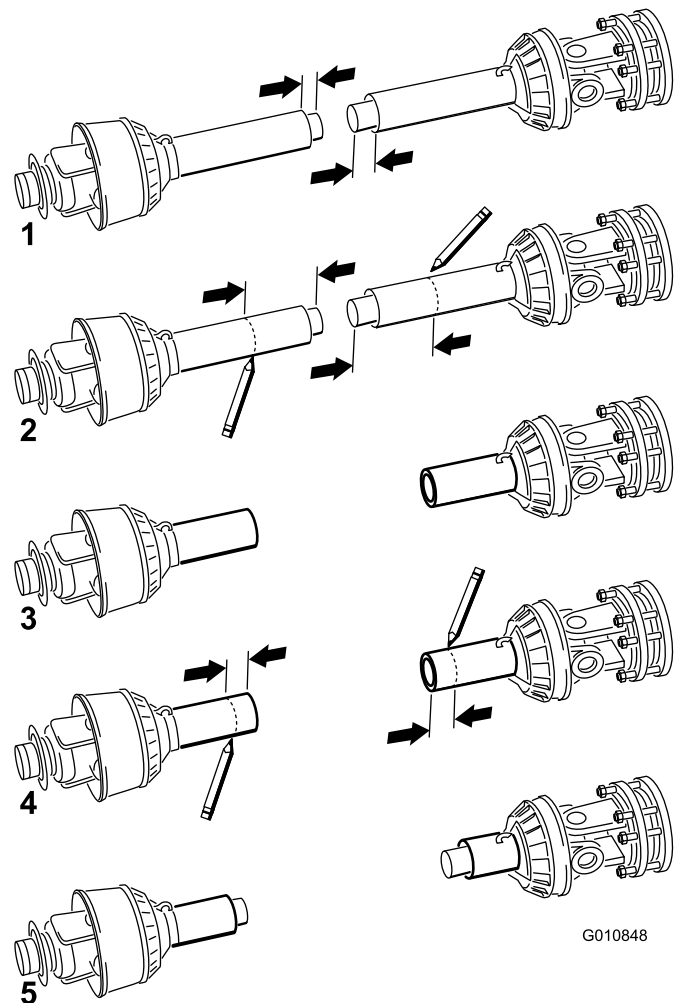

Bild 15
10. Trennen Sie die zwei Hälften der Zapfwelle (Bild 15, Bild 1).
11. Messen Sie den Abstand zwischen dem Ende jedes Rohrs und dem Sicherheitsschutzblech (Bild 15, Bild 1). Notieren Sie diese Werte.
12. Verwenden Sie die in Schritt 8 erhaltenen Werte, um den relevanten Teil des Schutzbleches und des Rohrs von jeder Zapfwellenhälfte zu ermitteln, zu markieren und abzuschneiden (Bild 15, Bild 2 und 3).
13. Verwenden Sie die in Schritt 11 erhaltenen Werte, um die relevanten Teile der Sicherheitsschutzbleche zu ermitteln, zu markieren und abzuschneiden, um die Rohre freizulegen (Bild 15 - Bild 4 und 5).